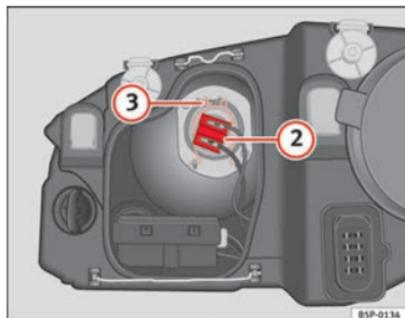

Fig. 191 Anabbaglianti
- Estrarre il connettore ⇒ fig. 191 ② della lampada.
- Sganciare la molla di ritegno ⇒ fig. 191 ③ premendo verso l'interno e a destra.